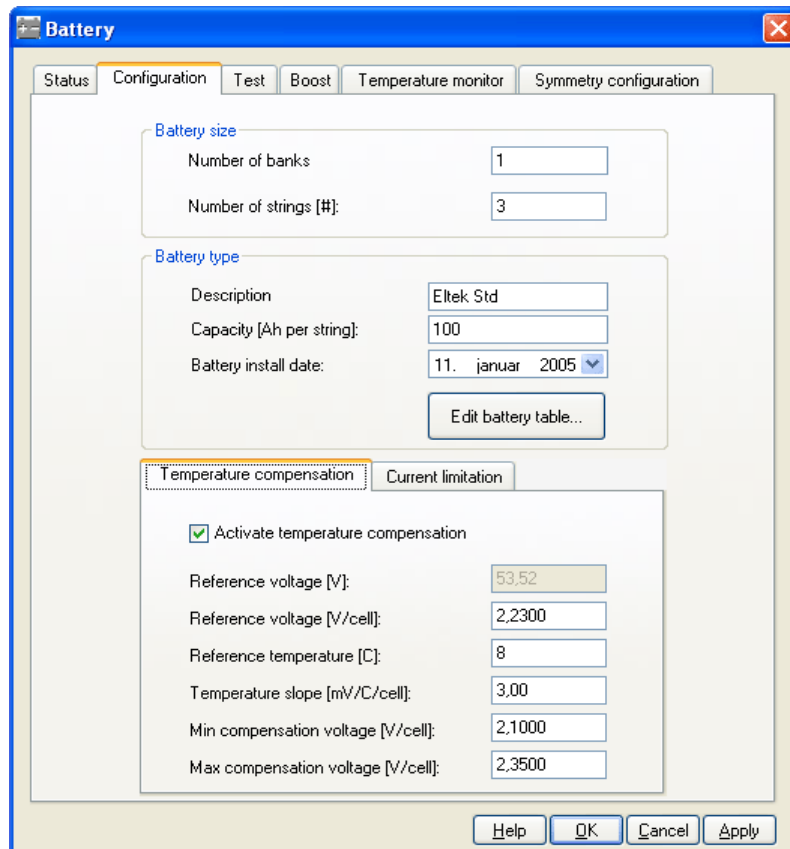

Рис. 5.7. Закладка с параметрами аккумуляторных батарей
- В текстовом поле «**Number of Banks**» (рис. 5.7) введите количество банков батарей, подключенных к системе, например, 1.